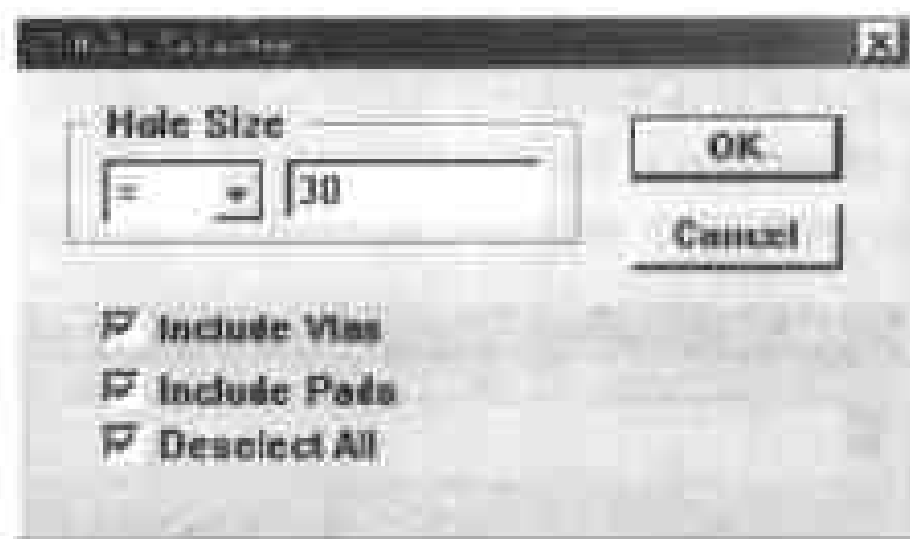

图 7-32 指定孔径范围的对话框
• **Hole Size**——此命令的功能是按照孔径的大小来选取对象。选择此命令后,弹出如图 7-32 所示的对话框,在此对话框的 **Hole Size** 选区中右边的输入框中输入数值,指定孔径的大小;然后单击左边的下拉列表框,在弹出的下拉列表中提供了 6 个选项,供用户选择等于、不等于、大于、小于、大于或等于、小于或等于不同的比较方式。在对话框下面提供了 3 个复选框,供用户设定选取操作应用的范围:只针对过孔、只针对焊盘、不选取任何对象。在对话框中设置了所有选项后,单击 OK 命令按钮,则图纸中符合条件的对象处于被选中的状态。